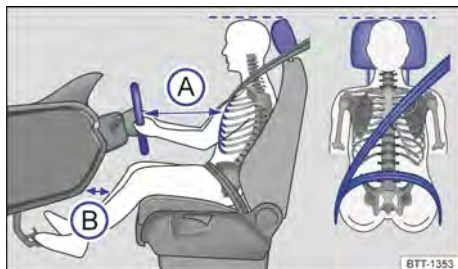

Fig. 1 Distância correta do condutor em relação ao volante, posição correta do cadoço do cinto de segurança e ajuste correto do apoio para cabeça.
- Ajustar o apoio para cabeça de modo que a sua borda superior se encontre preferencialmente na mesma linha da parte superior da cabeça – porém não abaixo da altura dos olhos. Posicionar a parte posterior da cabeça o mais perto possível do apoio para cabeça → Fig. 1.
- Ajustar o volante de modo que a distância entre o volante e o tórax tenha no mínimo 25 cm → Fig. 1 (A) e que o condutor possa segurar o volante pela borda externa com as duas mãos com os braços ligeiramente flexionados → Página 122.
- Ajustar o banco do condutor na direção longitudinal de modo que os pedais possam ser acionados com as pernas ligeiramente arqueadas e a distância até o painel de instrumentos na área do joelho seja de, no mínimo, 10 cm → Fig. 1 (B).